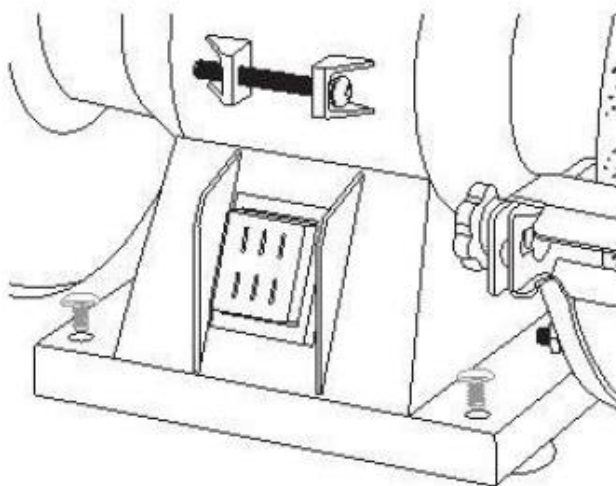

Рис. 3
1. Сначала просверлите четыре отверстия. Используйте опору устройства (9) в качестве шаблона для маркировки мест будущих отверстий. Установите шлифовальный станок в желаемое положение и вставьте кернер или ручку через отверстия в опоре устройства, чтобы отметить места для будущих отверстий.
3. Теперь установите шлифовальный станок на место и зафиксируйте при помощи подходящих винтов и шайб (Рис. 3).